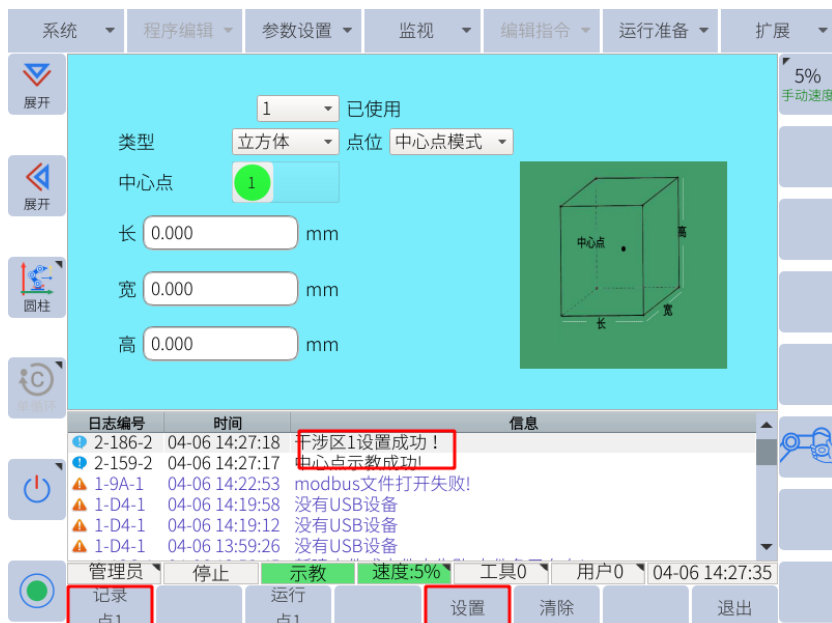

图 6-91: 中心点模式
5. 点击子菜单栏的“设置”，干涉区即设置成功，如图 6-91 所示。